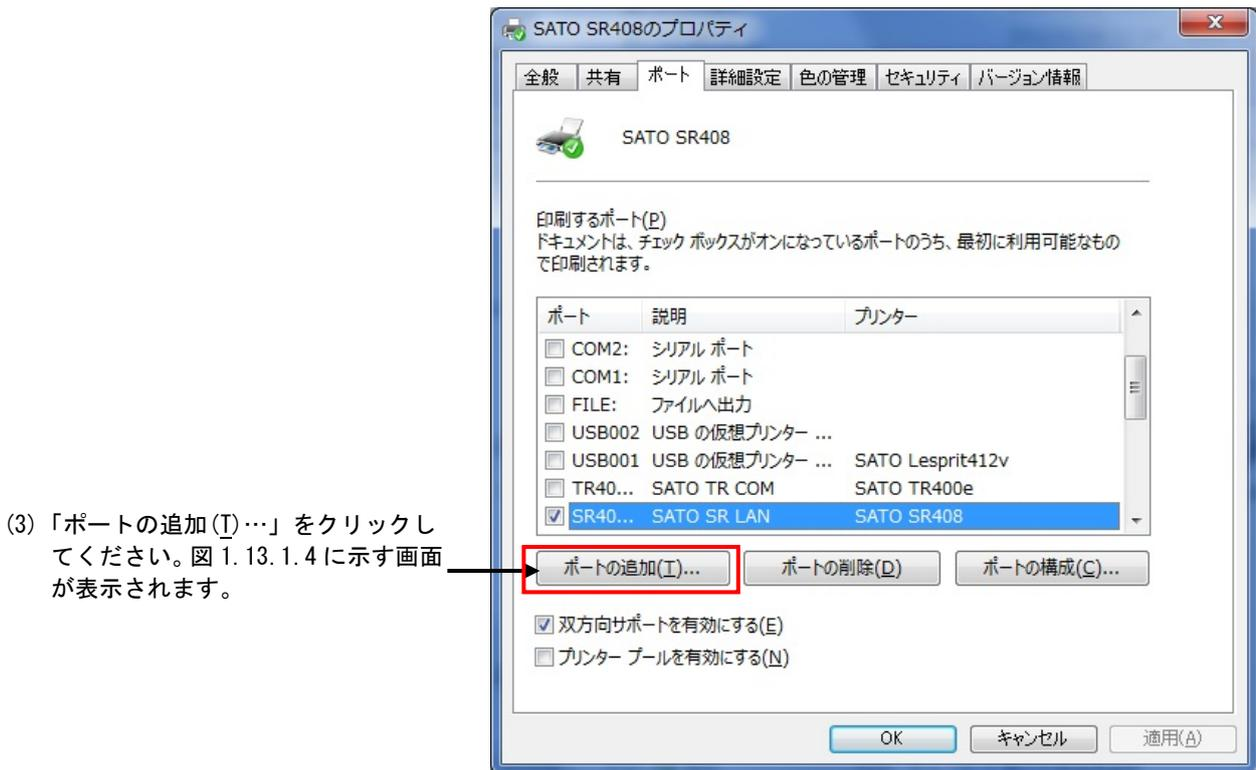

図 1.13.1.3 「ポート」画面
(4) 「SATO SR ... Port Monitor」の中から、ご使用になる接続先デバイスに対応したものを選択し「新しいポート(P)…」ボタンをクリックしてください。図 1.13.1.5～図 1.13.1.7 に示すように、追加するポートに対応した画面が表示されます。